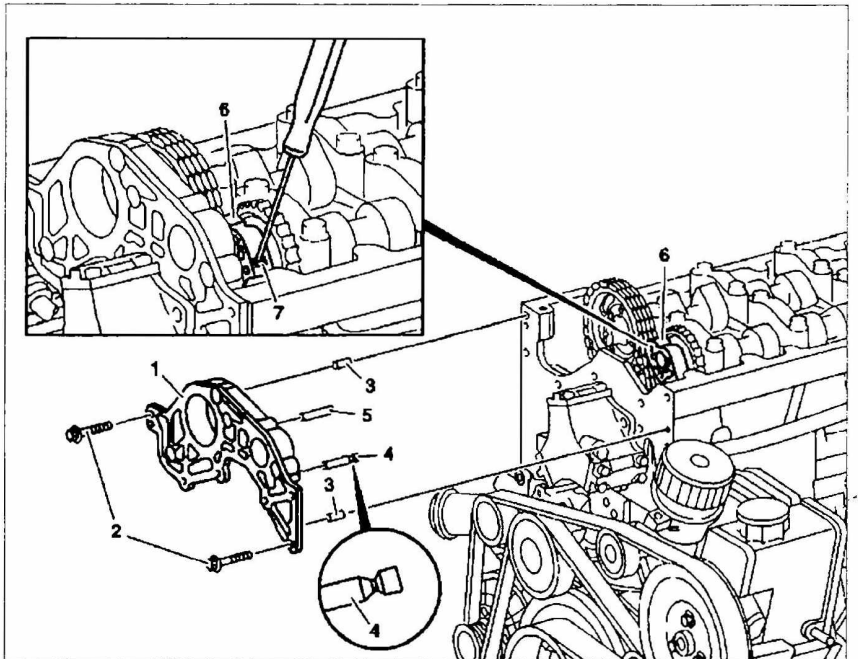

Рис. 5. Снятие и установка передней крышки на головке блока цилиндров:
5. Открутите болты **2** и снимите переднюю крышку **1** (рис. 5).